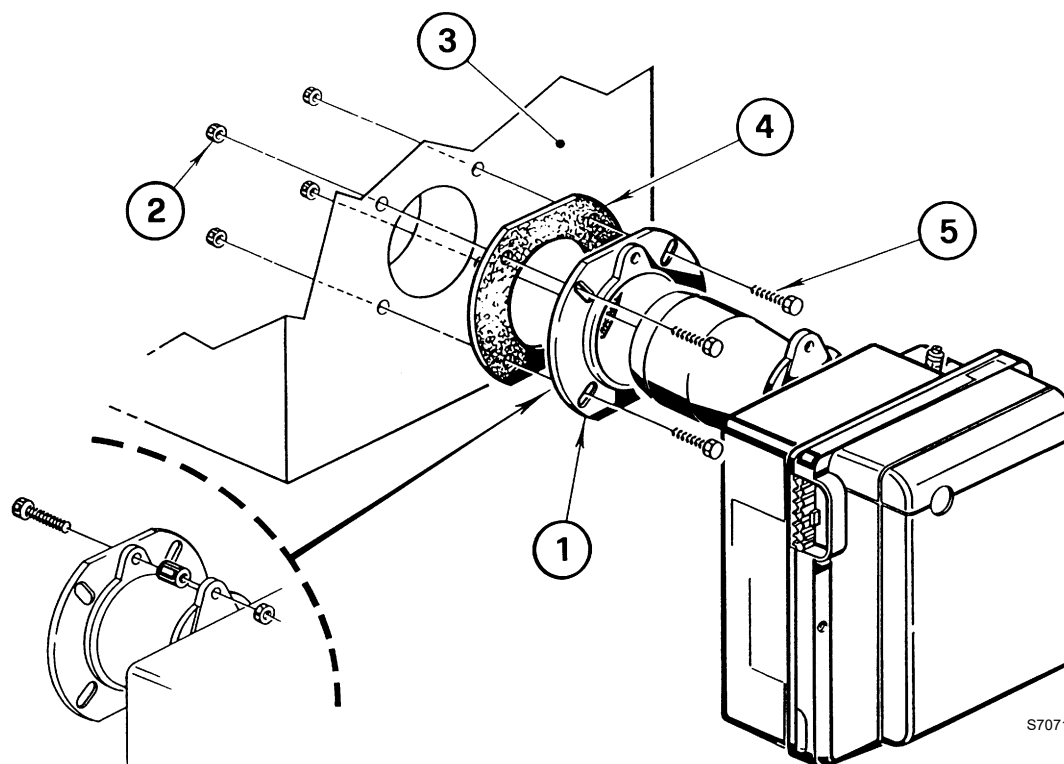

Abb. 9
- am Flansch 1)(Abb. 9 die Schraube 5) und die beiden Muttern 2) einsetzen.
- Mit den Schrauben 5) und (falls erforderlich) den Muttern 2) den Flansch 1) an der Kesseltür 3)(Abb. 9) mit der Isolierdichtung 4)(Abb. 9) montieren.